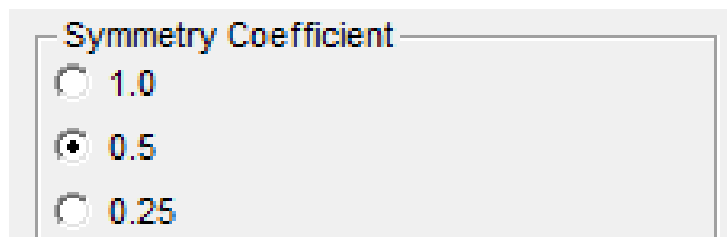

Рис. 16 Установка крепежа Рутмана с симметрией
- Крепеж Рутмана с симметрией (Рис. 16) не поддерживаются и не распознаются программой. Разработчик не планирует добавлять его поддержку.